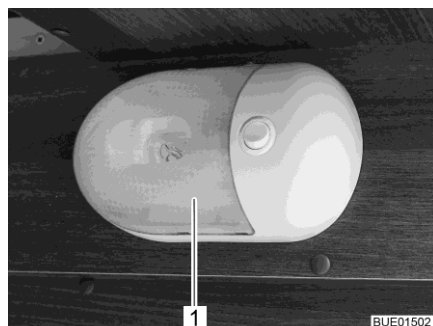

Bild 301 Aufbauleuchte
- Transparente Abdeckung (Bild 301,1) vorsichtig auf beiden Seiten zusammendrücken, leicht vom Schalter wegziehen und nach vorn abnehmen.